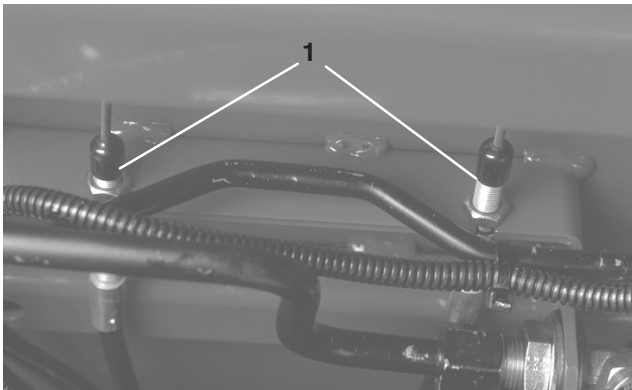

Figure 63
2. Pour réduire la garde aux pédales de frein, serrez les freins en desserrant l'écrou avant sur l'extrémité fileté du câble de frein (Fig. 63). Serrez ensuite l'écrou arrière pour ramener le câble en arrière pour obtenir une garde aux pédales de frein de 13 à 25 mm. Resserrez les écrous avant une fois que les freins sont réglés correctement.